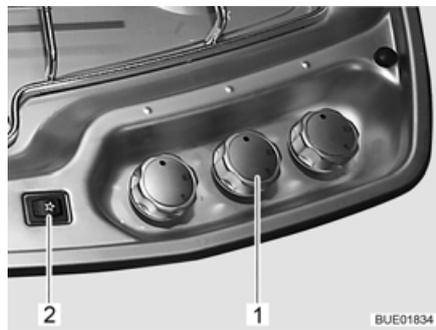

Fig. 173 Elementos de mando para la cocina de gas
- Girar el regulador giratorio (Fig. 173,1) correspondiente al quemador deseado a la posición de encendido (llama alta).
- Presionar el botón de encendido (Fig. 173,2). En el quemador se producen chispas de encendido.